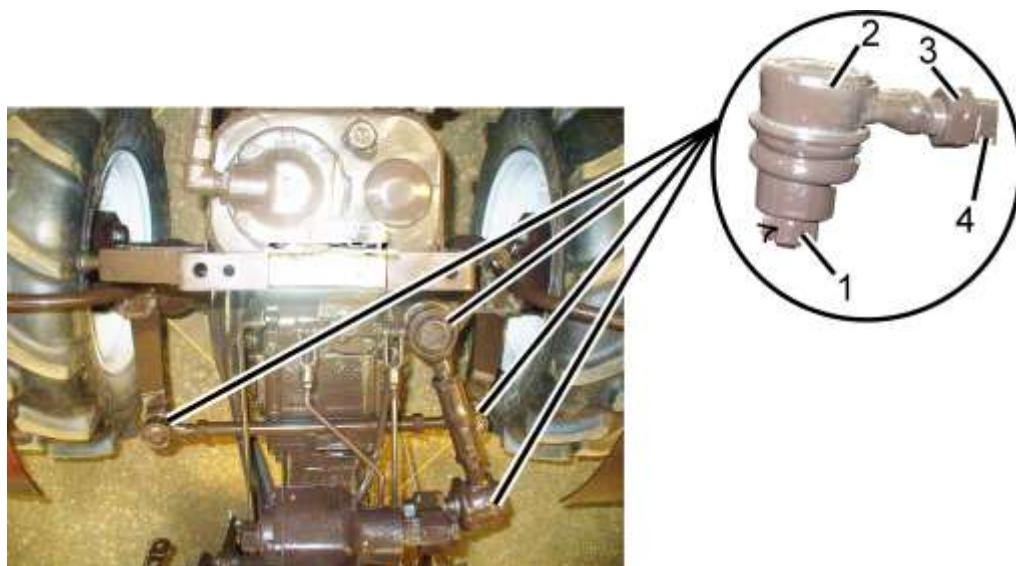

Рисунок 6.4.9 – Техническое обслуживание шарниров рулевых тяг
- после замены изношенных шарниров контролочные гайки 3 (рисунок 6.4.9) затянуть моментом от 130 до 140 Н·м.